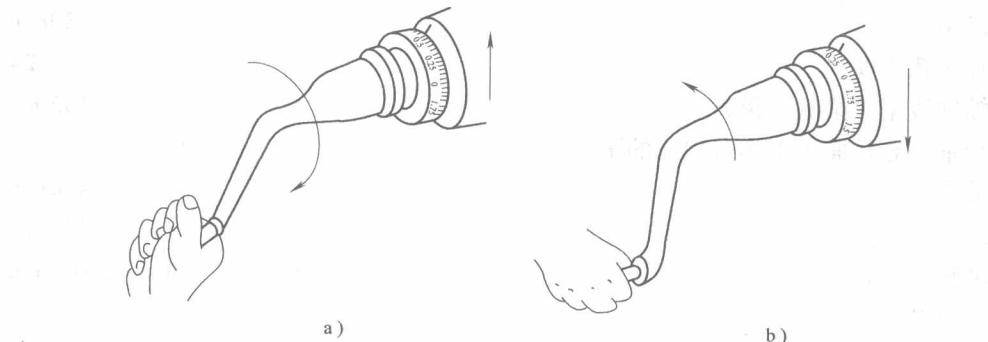

图 1-2 垂向手动进给手柄和刻度盘
(1) 工作台纵向、横向、垂向的手动进给手柄外形 纵向、横向手动进给手柄外形如图 1-1 所示，垂向手动进给手柄外形如图 1-2 所示。操作时，将上述手柄分别接通其手动进给离合器，摇动各手柄可带动工作台分别作各进给方向的手动进给运动。顺时针方向摇动各手柄，工作台前进（或上升）；反之，则后退（或下降）。摇动各手柄时应均匀，进给速度应适当。